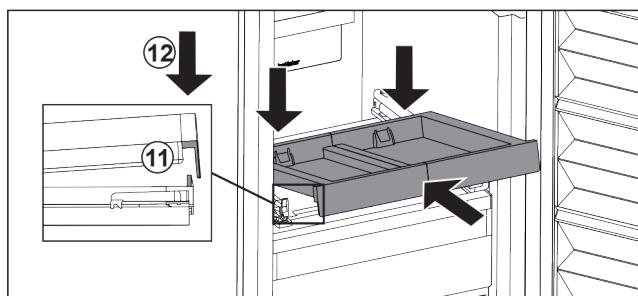

Fig. 98
- Вставьте, наклоняя вниз. Обратите внимание на то, чтобы на обеих сторонах упор был за накладкой. Fig. 98 (11)
- Снимите выдвижную панель спереди. Fig. 98 (12)